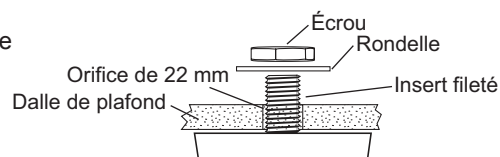

Figure 2A
- Vissez les vis fournies en laissant un espace d'environ 3 mm entre l'extrémité inférieure de la tête de la vis et le plafond (Voir Figures 2A et 2B).